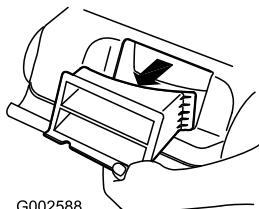

Figura 22
2. Retire el tapón de descarga trasera (Figura 22).